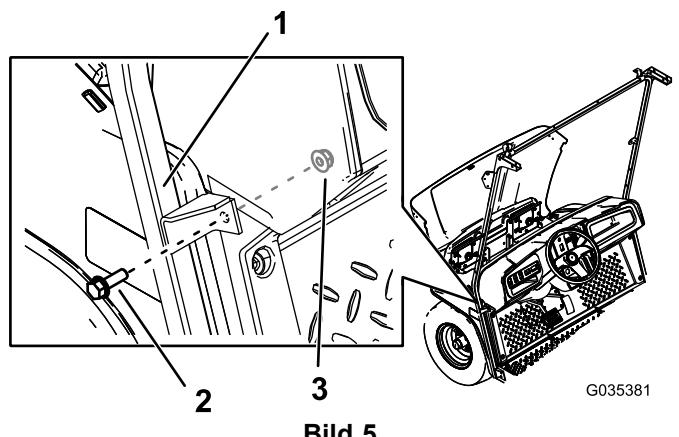

Bild 5
4. Befestigen Sie die mittlere Halterung der Windschutzscheibenstütze mit zwei Sechskantbundbolzen (5/16" x 1") und zwei Muttern (5/16") in den Bohrlöchern an der Maschine (Bild 5).